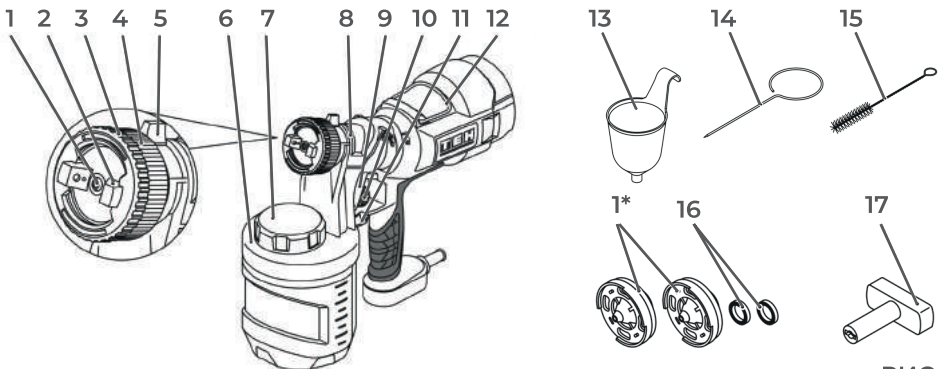

РИС. 1
наберите полную воронку (Рис. 1 (13)) материала;
Заправьте резервуар для краски (Рис. 1 (6)) приготовленным материалом: